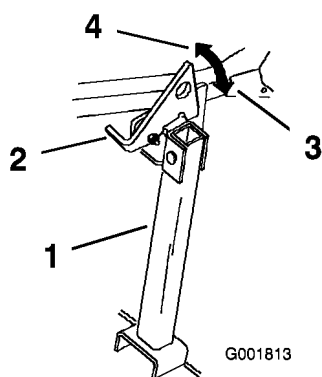

Figura 35
2. Levante el enganche a la posición desbloqueada (Figura 35).